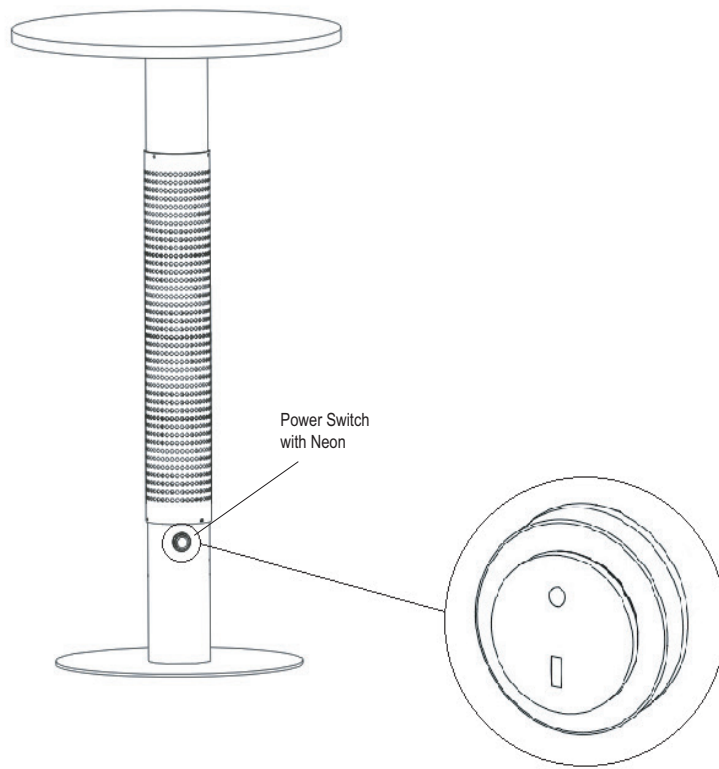

Fig 1.
This heater is a 1,500 W radiant patio heater, using a halogen heating element, with table top. Site the heater outside or in a large open area, it is not intended as a room heater, and well away from any obstructions. It is shown assembled in Fig 1, where the power switch is shown located beneath the grille. One dark point may exist on the surface of the heating element during the first few minutes after it is turned on. This is normal and will not affect the performance of the unit.
Connect the power cord to a 13 amp supply that is located in a safe dry area. The switch on the heater is used to control the operation of the heater. The (I) position for 1,500 W and the position (0) is off, see Fig 1. The unit must be securely grounded during operation.
Dieser 1.500 W Heizstrahler verwendet ein Halogenheizelement und besitzt eine Tischplatte. Stellen Sie das Heizgerät außen oder in einem großen Raum und nicht in der Nähe von Gegenständen auf. Das Gerät darf nicht als Zimmerheizung verwendet werden. Abb. 1 zeigt das komplett aufgebaute Gerät. Der Netzschalter befindet sich unterhalb des Heizgitters. Während der ersten Betriebsminuten kann sich eine schwarze Fläche auf dem Heizelement bilden. Dies ist ein vollkommen normaler Vorgang und beeinträchtigt die Leistung des Geräts nicht.
Das Netzkabel an eine 13 A Steckdose in einer trockenen Umgebung anschließen. Das Heizgerät kann über den Netzschalter des Geräts geregelt werden. In Position (I) wird das Gerät mit 1.500 W betrieben und in Position (0) ist es ausgeschaltet, siehe Abb. 1. Das Gerät muss während des Betriebs sicher geerdet sein.